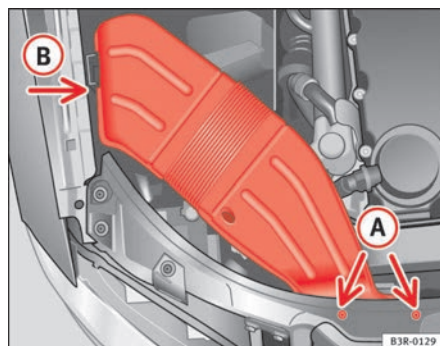

Fig. 187 Convogliatore dell'aria sul lato destro della vettura
- Svitare le viti **A** ⇒ fig. 187.